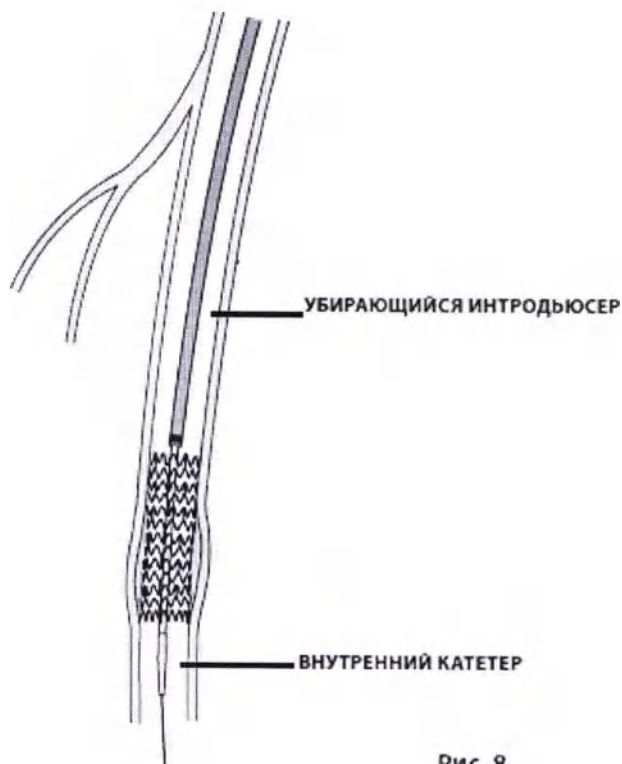

Рис. 8
5. Развертывание стента по всей длине произойдет тогда, когда дистальный конец убирающегося интродьюсера отойдет за проксимальные рентгеноконтрастные метки стента (Рис. 8).